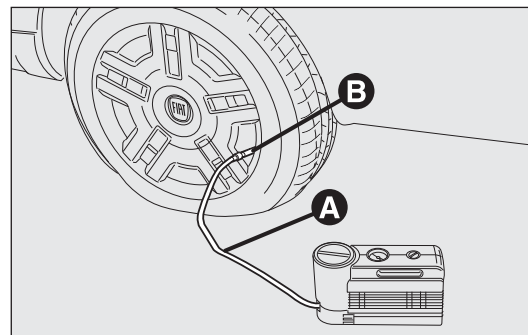

fig. 167
- Azionare il freno a mano. Svitare il cappuccio dalla valvola del pneumatico, estrarre il tubo trasparente di riempimento A-fig. 167 ed avvitare la ghiera B sulla valvola del pneumatico;